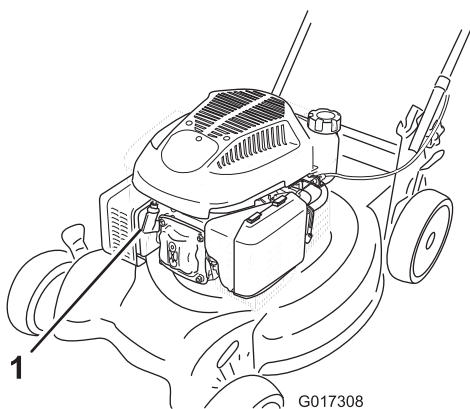

Figure 19
3. Débranchez la bougie (Figure 19) avant de procéder à un quelconque entretien.